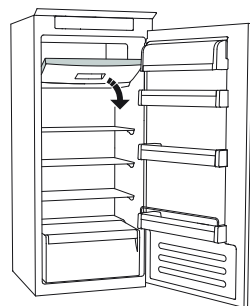

Рисунок 2
- Открепите вкладку STOP FROST (рисунок 2) и извлеките ее (рисунок 3). Примечание: Если вкладка застряла, не прикладывайте усилий, а продолжите размораживание морозильного отделения.